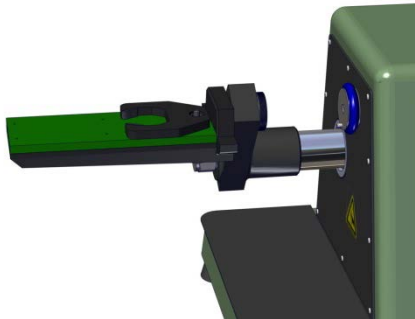

Figure 5.8.1
2. Glissez délicatement le bossage fileté de la base de l'accessoire sur le bras de serrage mobile (Figure 7.3, N°12) de l'appareil de mesure. Remplacez la vis moletée et resserrez-la pour fixer la base de l'accessoire au bras de serrage mobile (voir Figure 5.8.1).